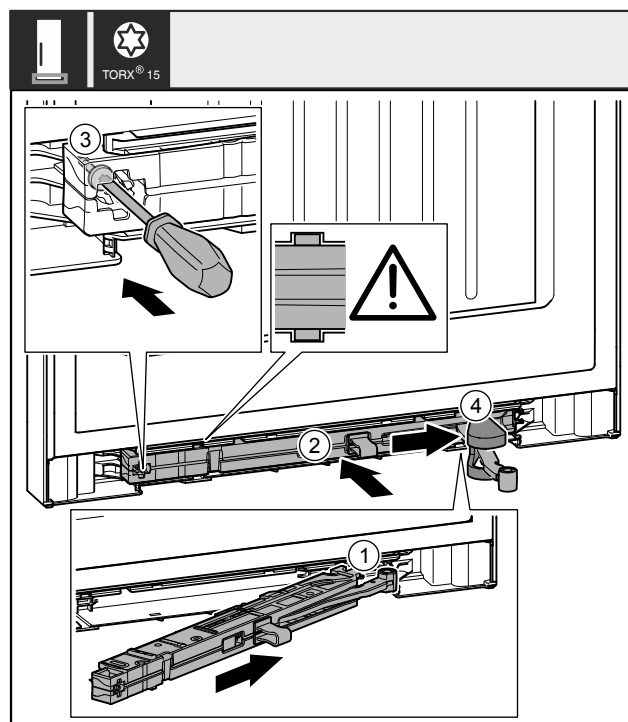

Fig. 49
- ▶ Pe partea suportului de lagăr împingeți înclinat unitatea amortizorului de închidere Fig. 49 (1) până la opritor în degajare.
- ▶ Împingeți unitatea amortizorului de închidere Fig. 49 (2) complet în degajare.
- ▶ Însurubați ferm șurubul Fig. 49 (3) cu o șurubelniță.
- ▶ Împingeți capacul Fig. 49 (4) peste articulație.